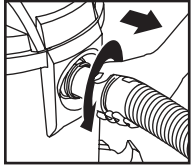

FIGURA 22
30. Desenrosque la tuerca de fijación de la manguera y sáquela de la entrada. **FIGURA 22.**